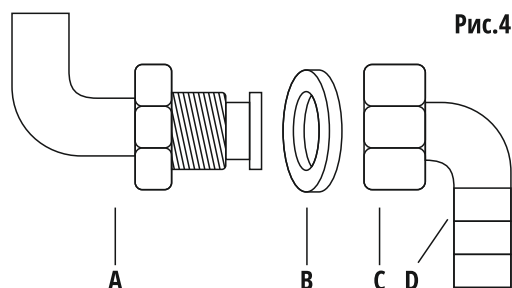

Рис.4
D: Зубчатый разъем для шланга (см. рис. 4)
- Минимальное расстояние, на котором может находиться воспламеняемый материал прямо над варочной поверхностью – 700 мм (см. рис. 4*).